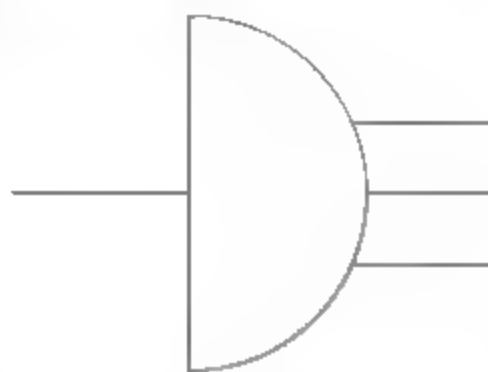

图8-123 延伸线段
**06** 调用EX【延伸】命令，延伸偏移得到的线段，使之与圆弧相接，结果如图8-123所示。